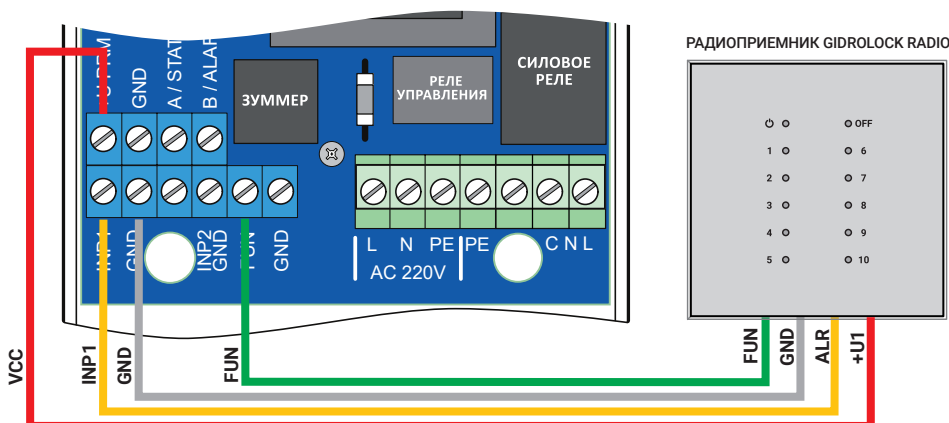

Рис. 8. Схема подключения радиоприемника GIDROLOCK RADIO
5.8 В случае размещения блока управления в месте, где отсутствует или сильно затруднено прохождение радиосигнала, к блоку управления возможно подключить выносной **радиоприемник GIDROLOCK RADIO**. Схема подключения приведена на рис. 8. К одному **радиоприемнику GIDROLOCK RADIO** можно подключить до 10 беспроводных **радиодатчиков WSR**, и до 10 радиопульты GIDROLOCK «ЗАКРЫТЬ/ОТКРЫТЬ».